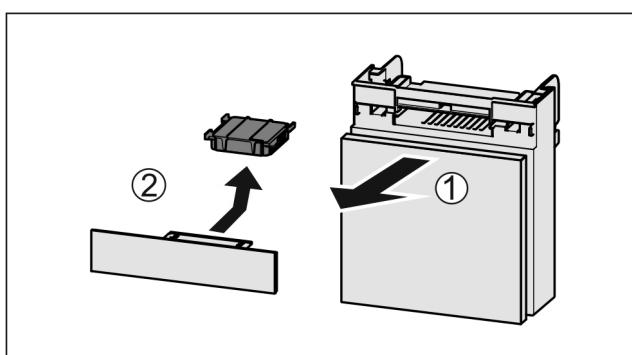

Fig. 88
- Вытянуть Fig. 88 (1) отделение движением вперед.
- Извлечение Fig. 88 (2) фильтра с активированным углем.